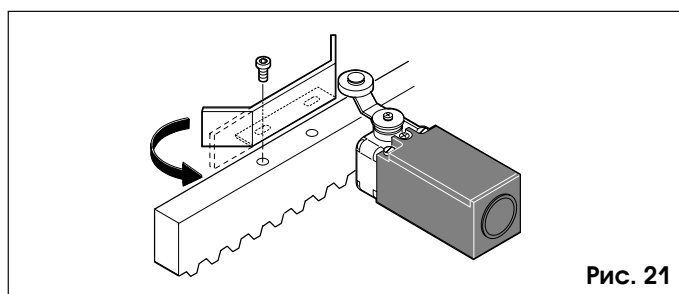

Рис. 21
Электропривод 884 оснащен электромеханическим концевым выключателем с роликом и рычагом. Выключатель предназначен для остановки электропривода, когда ворота достигают крайних положений. Срабатывание концевого выключателя происходит при наезде на него пластины концевого выключателя, расположенной на зубчатой рейке (рис. 21).
**Замечание: Если необходимо, то пластины концевых выключателей могут быть закреплены на зубчатой рейке при помощи специальных болтов (рис. 21). Крепежный паз позволяет вам окончательно закрепить положение пластины концевого выключателя.**
Для предотвращения соскакивания концевого выключателя с пластины например при установке функции долгого торможения необходимо выпрямить последнюю профилированную часть пластины, как показано на рис.21.